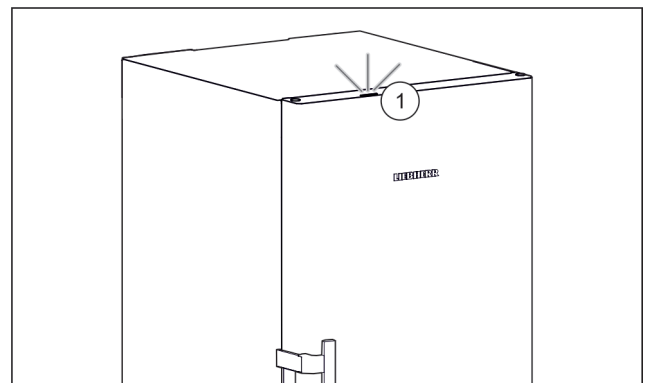

Fig. 4
Wenn Sie das Gerät in Betrieb nehmen, dann ist das Statuslicht Fig. 4 (1) werkseitig deaktiviert.